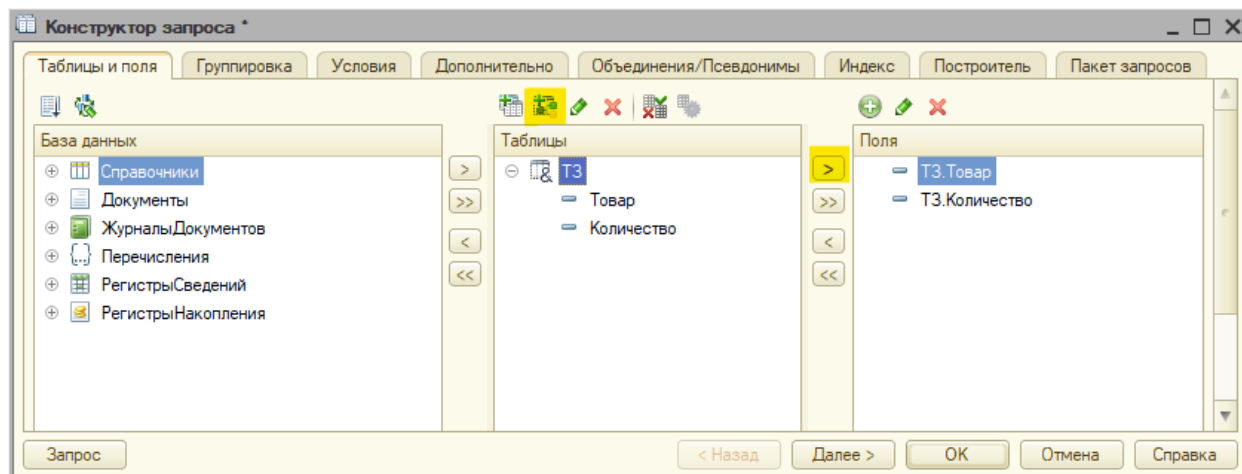

Рис. 5.54. Таблицы и поля запроса
7. В результате переносим поля временной таблицы в правую часть окна вкладки (рис. 5.54).